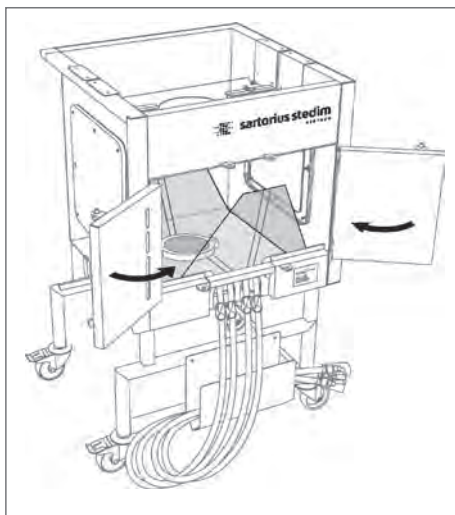

Fig. 51
13. Cierre la puerta frontal con bisagra y asegure los sistemas de bloqueo (ver Fig. 51). No empiece a llenar la bolsa antes de cerrar la puerta.